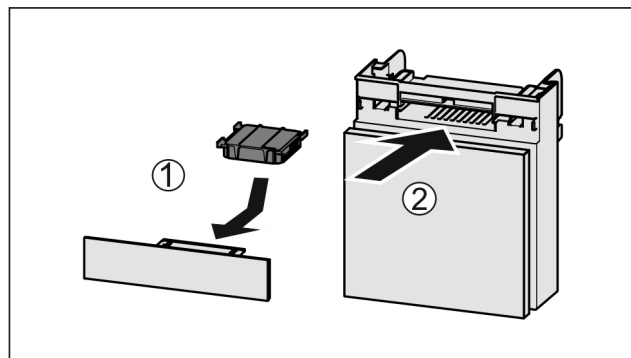

Fig. 129
- ▶ Vložte aktívny uhlíkový filter podľa obrázka Fig. 129 (1).
- ▶ Zasuňte zásuvku Fig. 129 (2).